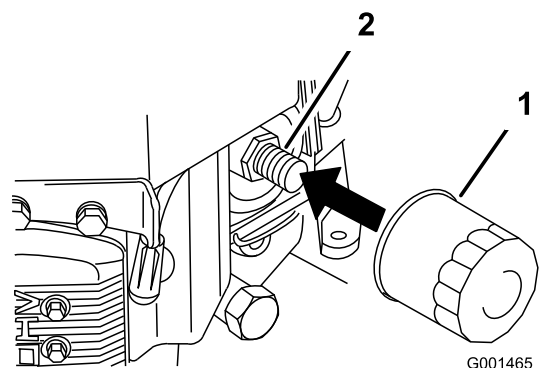

Bild 36
2. Entfernen Sie den alten Filter (Bild 36).
3. Ölen Sie die Gummidichtung am Ersatzfilter leicht mit Frischöl ein (Bild 36).
Sie den Filter dann um eine weitere 3/4 Drehung fest (Bild 36).